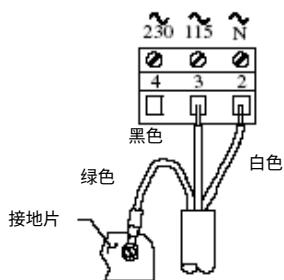

图 2-13
■ 序列号前缀带“B”分析仪的机箱底部接地条（5 个开孔，图 2-13、2-14 或 2-15）。